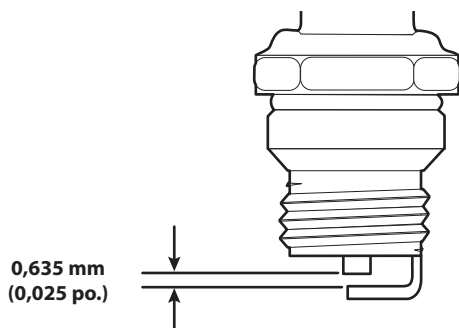

Fig. 28
- Utilisez une jauge d'épaisseur pour régler l'écartement à **0,635 mm (0,025 po.)** (Fig. 28).